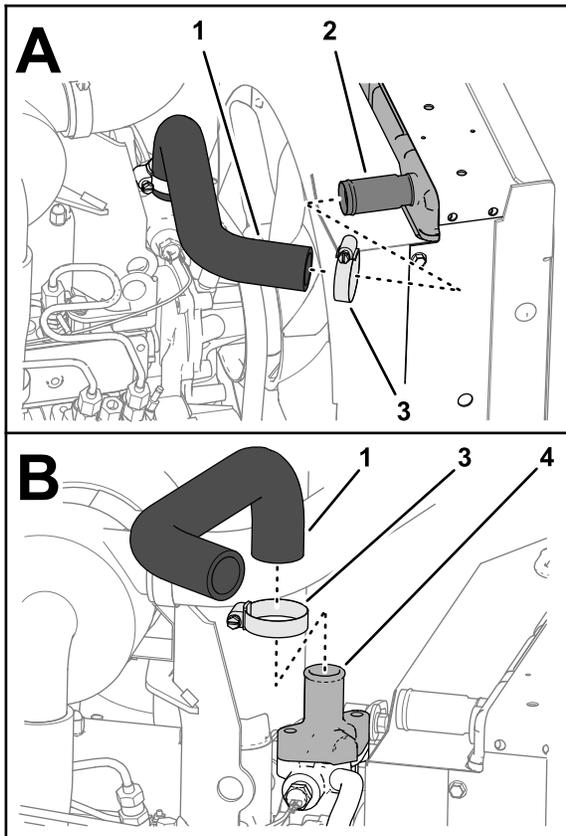

图17
- 4. 卸下将上散热器软管固定至散热器进口的软管夹将软管与散热器分开图17。
- 5. 卸下将上散热器软管固定至发动机节温器外壳的软管夹将软管从发动机上卸下图17。